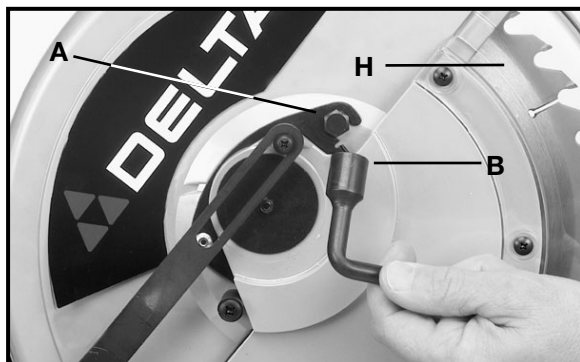
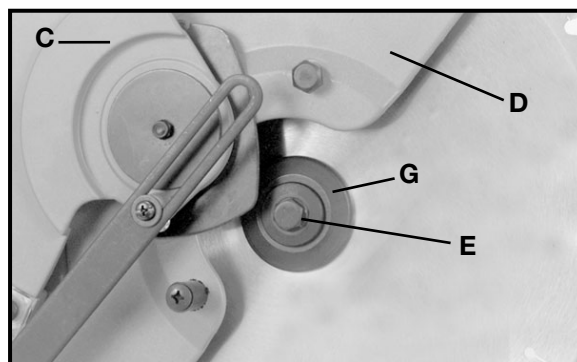
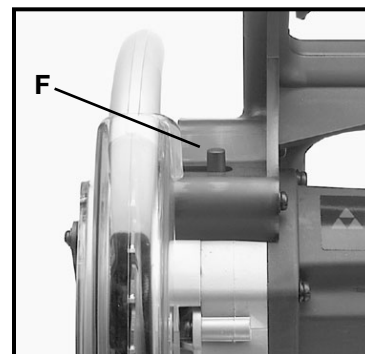

Fig. 46
Fig. 47
Fig. 48
3. Desserrez la vis (A) fig. 46, à l'aide de la clé (B) fournie.
4. Faites pivoter le couvercle de l'arbre (C) fig. 47, et abaissez le protège-lame (D) fig. 47 à l'arrière, exposant la vis de l'arbre (E).
5. Enlevez la vis de l'arbre (E) fig. 47, en la tournant dans le sens horaire à l'aide de la clé fournie, et tout en maintenant enfoncé le dispositif de verrouillage de l'arbre (F) fig. 48 pour empêcher l'arbre de tourner. Enlevez le flasque extérieur de la lame (G) fig. 47, et la lame de la scie (H) fig. 46. **N'ENLEVEZ PAS LE FLASQUE INTÉRIEUR.**
6. Installez la nouvelle lame **EN VOUS ASSURANT QUE SES DENTS SE DIRIGENT VERS LE BAS À L'AVANT** et remontez le flasque extérieur (G) fig. 47, en vous assurant que les méplats du flasque extérieur se trouvent agencés avec les méplats de l'arbre.
7. Vissez la vis de l'arbre (E) fig. 47 dans l'arbre de la scie en la tournant dans le sens antihoraire aussi loin que possible à la main. Puis, serrez les vis (E) à l'aide de la clé fournie, tout en maintenant enfoncé le dispositif de verrouillage de l'arbre (F) fig. 48 pour empêcher cet arbre de tourner.
8. Faites pivoter le couvercle de l'arbre (C) fig. 47, et abaissez le protège-lame (D) à l'avant et serrez la vis (A) desserrée à l'**ÉTAPE 3**.